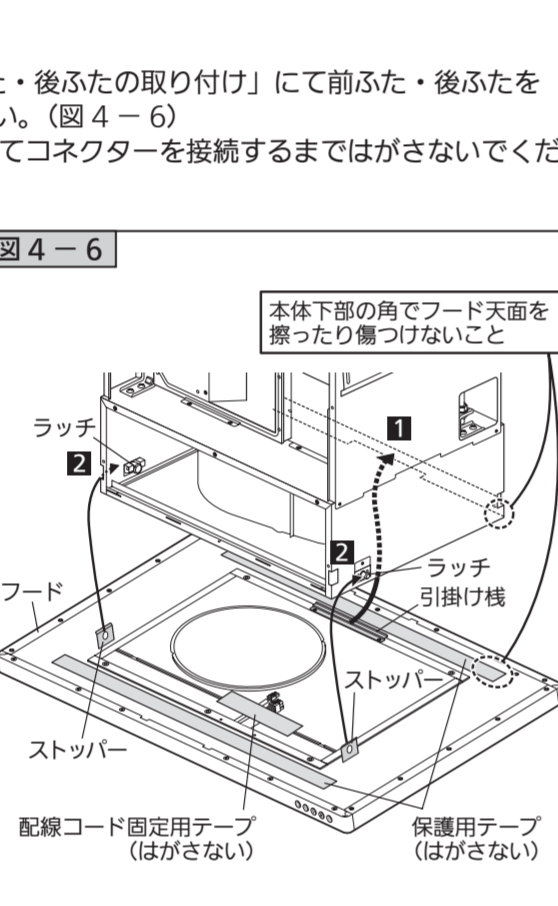

図4-6
- 配線コード固定用テープは手順7にてコネクタを接続するまではがさないでください。(図4-6)